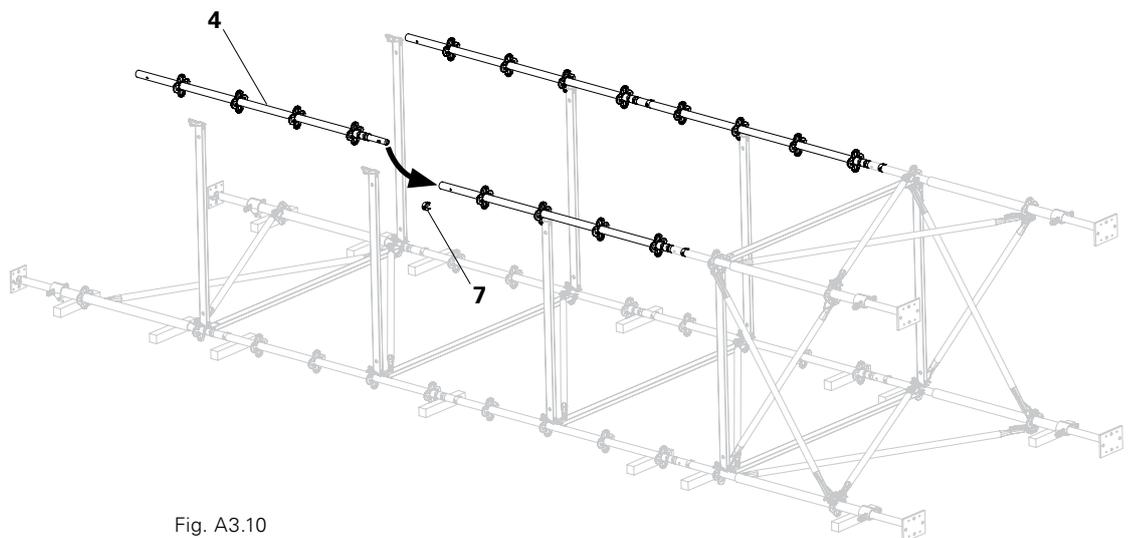

Fig. A3.10
8. Comenzando por arriba, insertar los verticales con espiga (4) para el segundo plano de torres sobre los largueros y asegurar con pasadores de abrazadera (7).
- (Fig. A3.10)